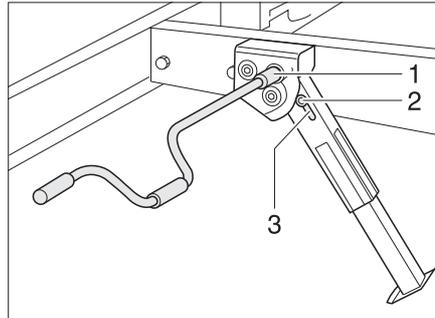

Bild 30 Kurbelstütze
- Am Sechskant (Bild 30,1) den Steckschlüssel aufstecken und drehen. Die Stütze schwenkt nach unten und wird automatisch ausgefahren.
- Am Sechskant (Bild 30,1) den Steckschlüssel aufstecken und drehen, bis die Stütze wieder vom Boden frei ist.
- Mit dem Steckschlüssel am Sechskant drehen, bis die Stütze nach oben geschwenkt und die Führungsscheibe (Bild 30,3) vollständig in die Kerbe (Bild 30,2) eingefahren ist.